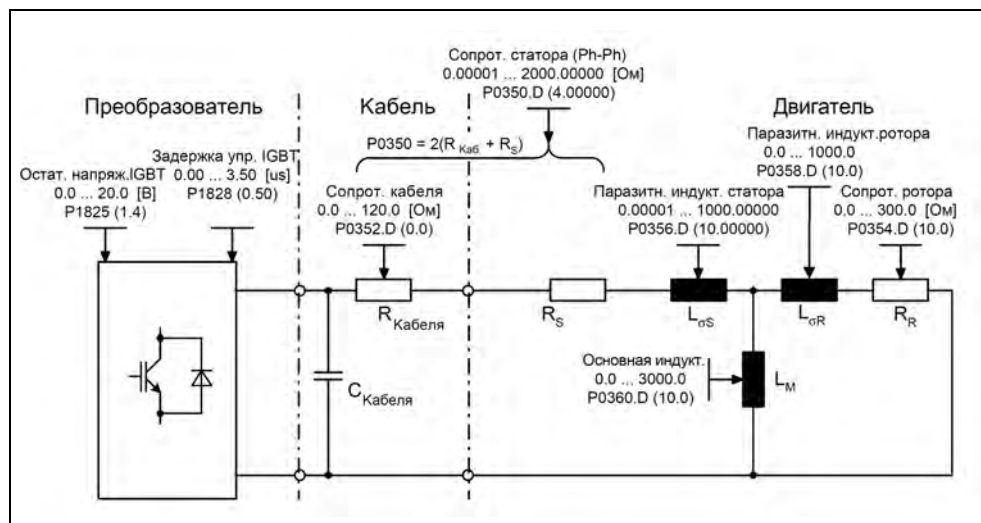

Рис. 3-26 Эквивалентная схема (ESB)
Расчет внутренних данных двигателя/регулятора запускается через параметр P0340 или косвенно через параметры P3900 (см. раздел 3.5.2) или P1910 (см. раздел 3.5.5). Функциональность параметра P0340 можно использовать, к примеру, тогда, когда данные эквивалентной схемы (см. рис. 3-26) или моменты инерции известны. Возможные установки для параметра P0340 описаны в таблице 3-9. Какие параметры рассчитываются при разных установках, показано в таблице 3-10.
- Данные эквивалентной схемы (ESB, см. Рис. 3-26) → P1910 = 1
При первом запуске идентификации данных двигателя, исходя из данных шильдика (ном. данных) с P1910 = 1 определяются следующие данные (см. Рис. 3-26):